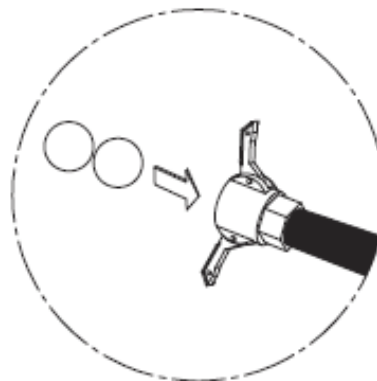

FIG.10
- Inserire nelle tubazioni, ancora piene di materiale due spugne di lavaggio e rimontare la tubazione nel collettore (fig.10)